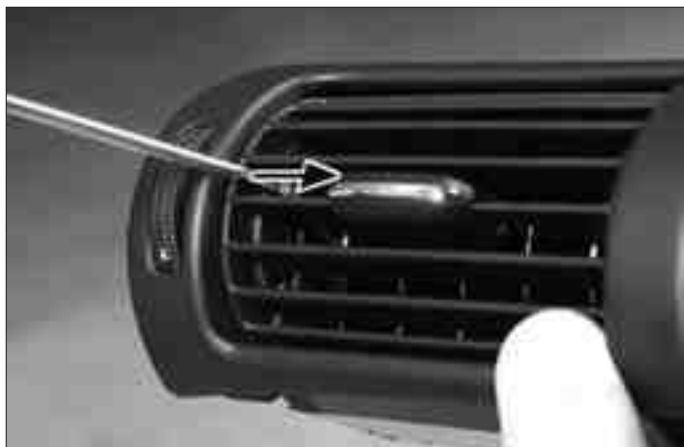

FIG. 24
- Mover una salida de ventilación lateral más allá de su posición normal, para ello, presionar la lengüeta situada entre las láminas de la salida de ventilación y girarla (fig. 24).